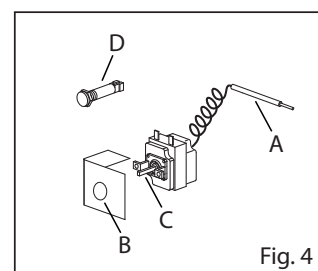

Fig. 4
- Montar la nueva bombilla (Fig. 4/D)